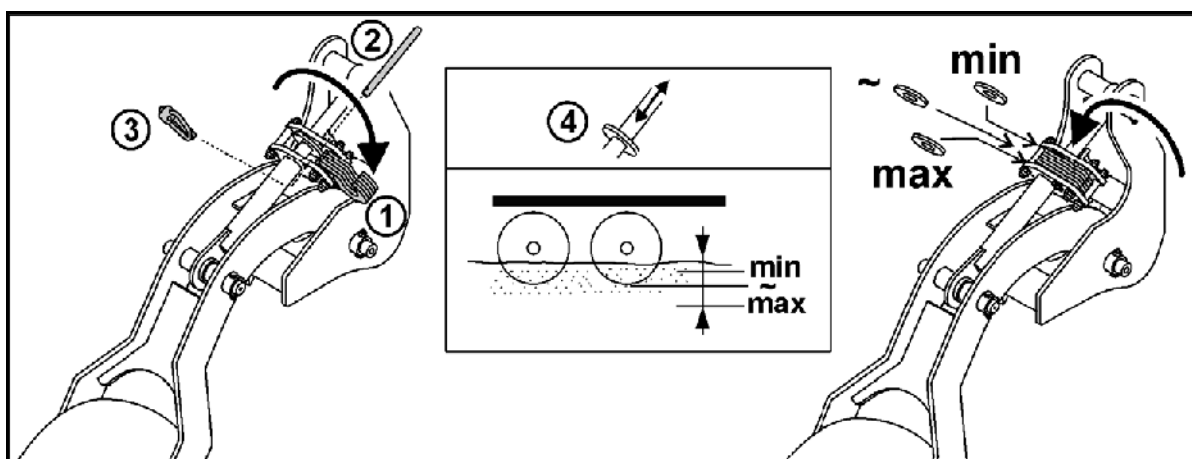

Fig. 26
Tirar de los bulones de seguridad antes de ajustar (Fig. 26/2).
Tras el ajuste, fijar los elementos distanciadores (Fig. 26/1) con pernos de seguridad y asegurar mediante el pasador de clavija (Fig. 26/3).
2. Extender los elementos distanciadores traseros (comenzando por la placa tope (Fig. 26/4), en ambos brazos).
2. Extender los elementos distanciadores delanteros (comenzando por la placa tope (Fig. 26/4), en ambos brazos).